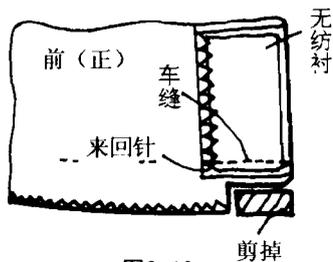

图3-10
10. 将前门贴边向裙片正面翻转,与裙片正面相对,再顺下摆净印车缝,然后将车缝线以下的缝份剪掉一部分。见图 3-10。